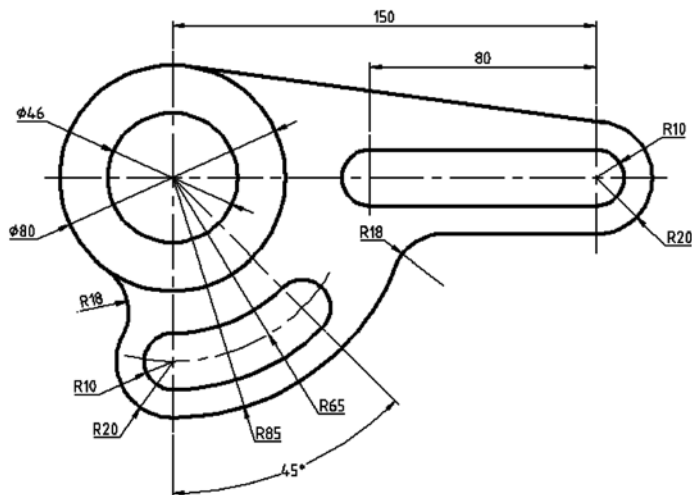
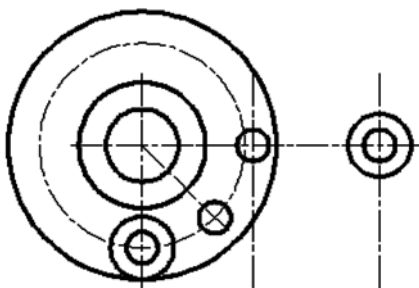

图 8-1 绘制的平面图
图 8-12 绘制圆
本节将详细介绍一个平面图的绘制实例。在绘制该实例时，涉及的内容主要包括创建新图形文件、设置所需要的图层、使用各种绘制和修改工具命令进行二维图形绘制、定制文字样式和标注样式、给图形标注尺寸等。该实例最后完成的平面图如图 8-1 所示。
11) 绘制部分圆。单击“圆”按钮来绘制如图 8-12 所示的圆。具体的尺寸可以参考图 8-1。